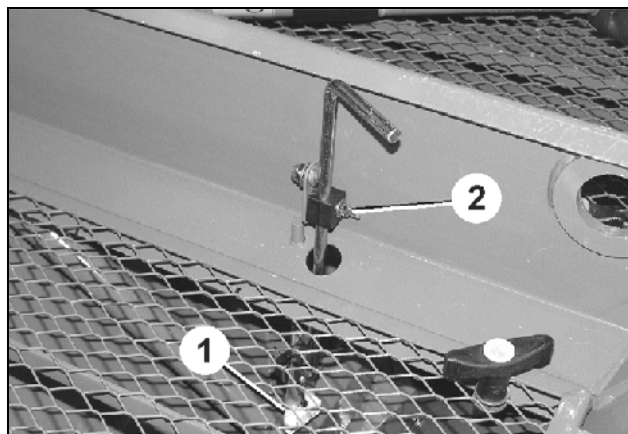

Fig. 108
1. Løsne vingemutter (Fig. 108/2).
2. Still inn høydeposisjonen til nivåsensoren (Fig. 108/1) tilsvarende ønsket restmengde av såfrø.